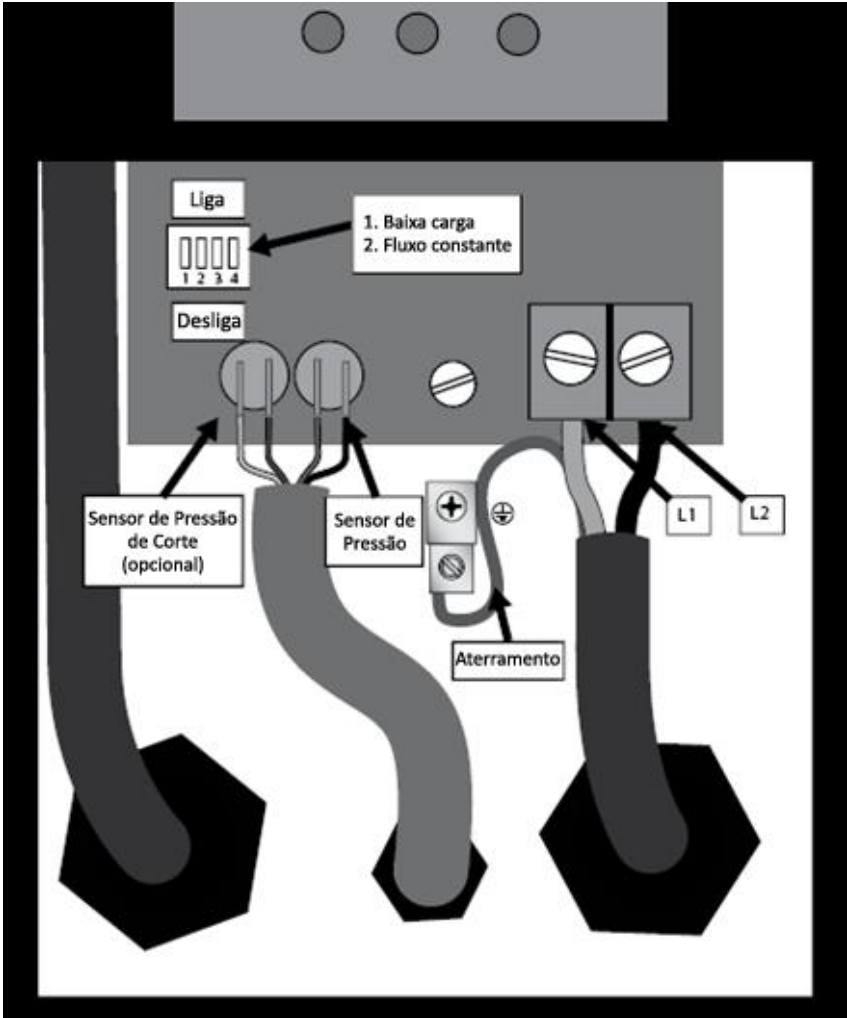

Figura 3
- Para instalação em ambiente molhado utilize prensa cabo e conduíte (o conduíte não é fornecido com o equipamento) para manter o grau de proteção IP-66 (Nema 4) da carcaça do inversor. Instale o prensa cabo no buraco do conduíte posicionado em frente aos conectores de linha L1 e L2 (figura 3).
Caso seja necessário ajustar a sensibilidade de subcarga, desligue a energia e permita que o Inversor descarregue. Espere 5 minutos para que as tensões internas se dissipem e localize a micro-chave seletora. Use uma pequena chave de fenda (fornecida) para mover a posição 1 para “Liga” como mostrado na figura 3.
Se for necessário ajustar o controle de pressão, desligue a energia e permita que o inversor descarregue. Espere 5 minutos para que as tensões internas se dissipem e localize a micro-chave seletora. Use uma pequena chave de fenda (fornecida) para mover a posição 2 para “Liga” como mostrado na figura 3.